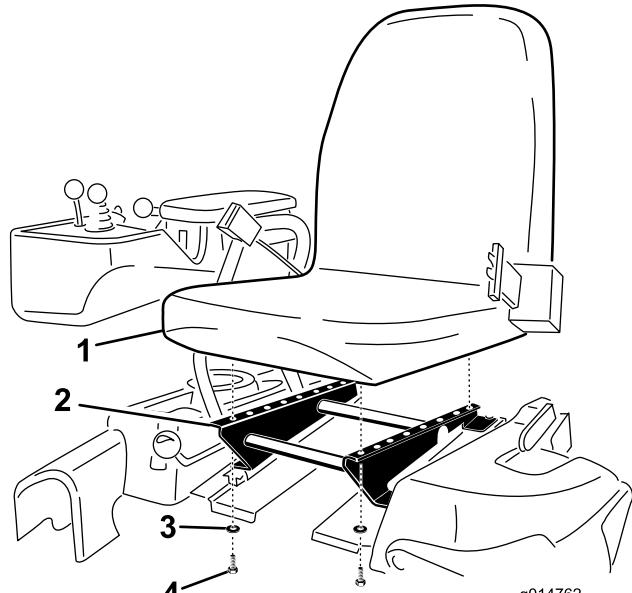

Figura 4
- Fissate il sedile alla relativa base con i 4 bulloni e le rondelle rimosse in precedenza (Figura 4).